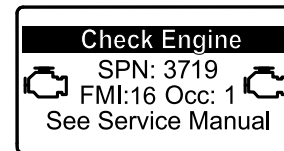

Bild 39
- Wenn eine geparkte Regenerierung erforderlich ist, wird im InfoCenter die Motorwarnung SPN 3719, FMI 16 (Bild 39) angezeigt, und der Computer verringert die Motorleistung auf 85 %.